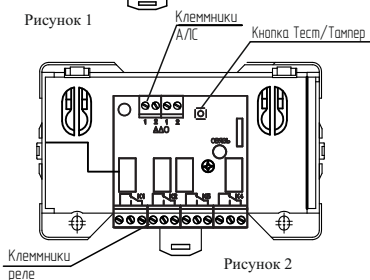

Рисунок 2
- смонтировать РМ на стену, используя отверстия в основании (рисунок 2), либо – на DIN-рейку, используя фиксатор из комплекта поставки;